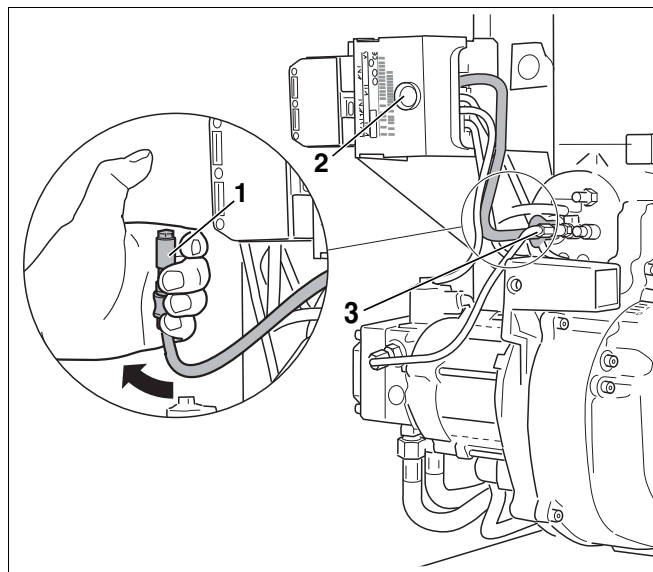

Рис. 32 Проверка работы датчика пламени
- При работающей горелке вынуть датчик пламени, взяв его за предусмотренную для этого ручку (Рис. 32, поз. 3).
- Закрывать датчик пламени (Рис. 32, поз. 1). После повторного запуска должно произойти отключение из-за неисправности.
- По истечении времени ожидания, составляющего примерно 30 секунд, нужно разблокировать автомат горения дизельного топлива, нажав кнопку подавления помех (Рис. 32, поз. 2).